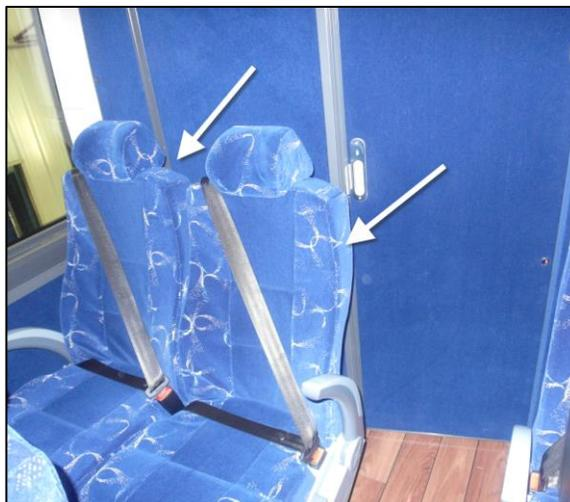

FIGURE 2
3. Localiser le dernier rang de sièges de passagers sur le côté droit du véhicule (Figure 2).